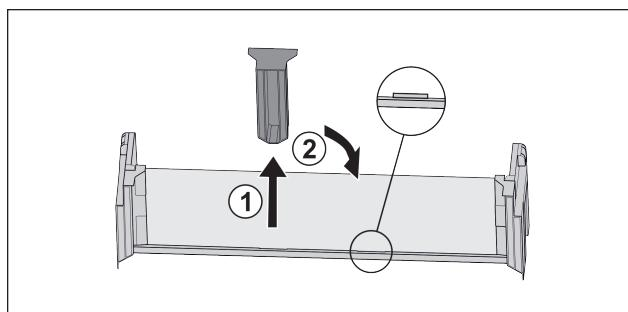

Fig. 36 *
- Изтеглете средната задържаща част Fig. 36 (1).*
- Вкарайте средната задържащ а част на втората позиция Fig. 36 (2).*